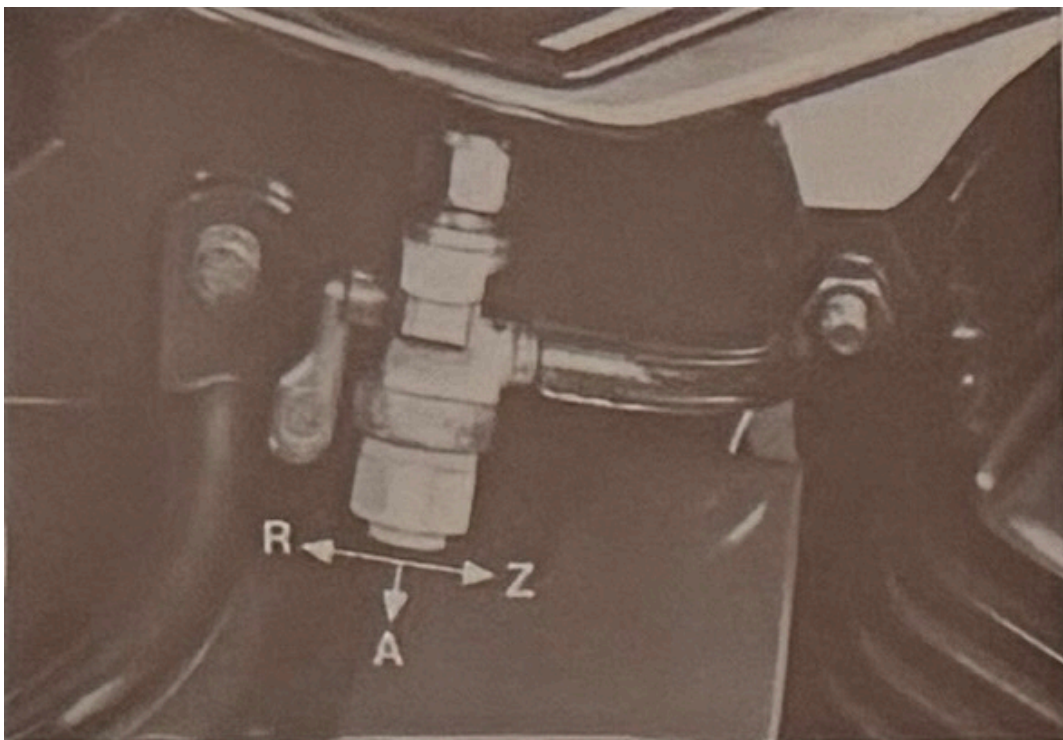

Bild 8
- 15 = Kraftstoffhahn (verdeckt, s. Bild 8)
Kraftstoffhahn (Bild 8)
Kraftstoffhahn (Bild 8) schließen (Stellung Z). Zündung durch den Zünd-/Lichtschalter (3/3) abstellen.